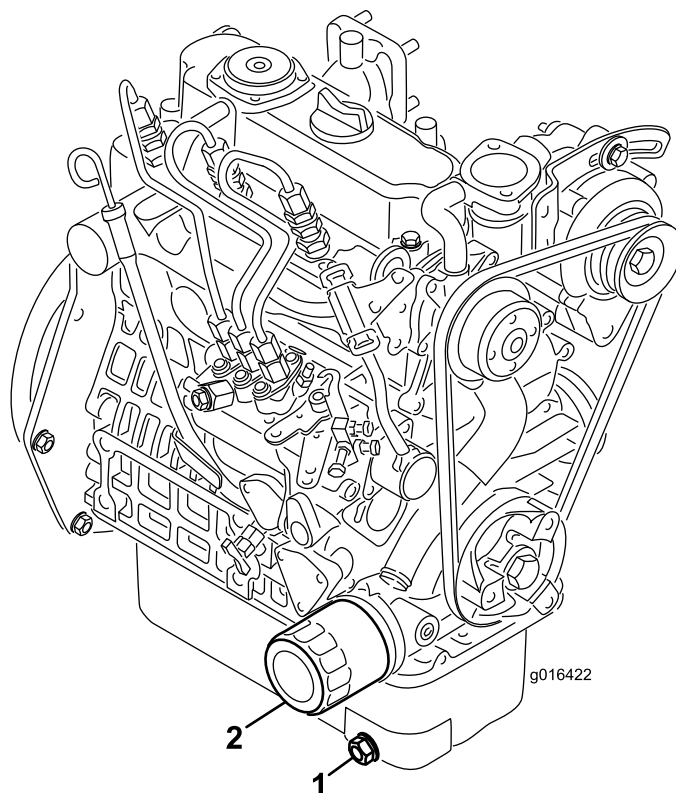

Figure 39
1. Retirez le bouchon de vidange (Figure 39) et laissez couler l'huile dans un bac de vidange. Remettez le bouchon quand la vidange est terminée.